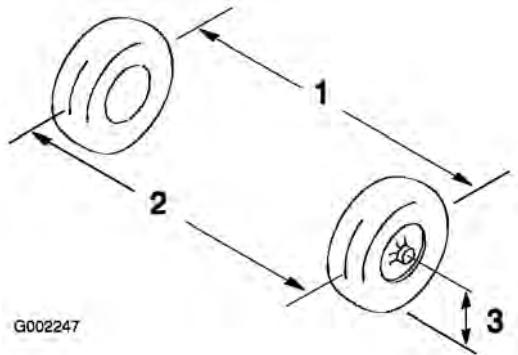

Figure 50
2. Mesurez la distance entre les roues avant à hauteur d'essieu, à l'avant et à l'arrière des roues (Figure 50).